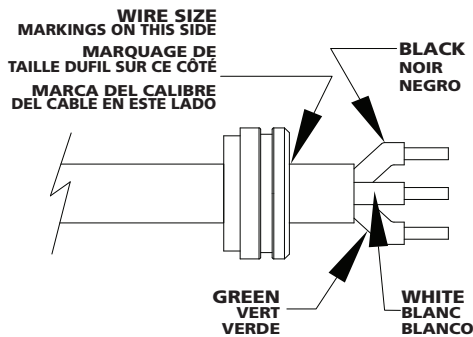

FIG. 1
2. Remove output wire cover from the back of the unit. Using the wire strip gauge on the wire cover, mark and cut the cable and conductors as shown in Figure 1. **If the conductor or insulation is cut, remove the damaged cord and repeat step 2.**
2. Retirez le couvercle de sortie de fil à l'arrière du dispositif. À l'aide du guide margueur de fil situé sur le couvercle de fil, marquez et coupez le câble et les conducteurs comme illustré sur la Figure 1. **Si le conducteur ou l'isolant est coupé, retirez le cordon endommagé et répétez l'étape 2.**